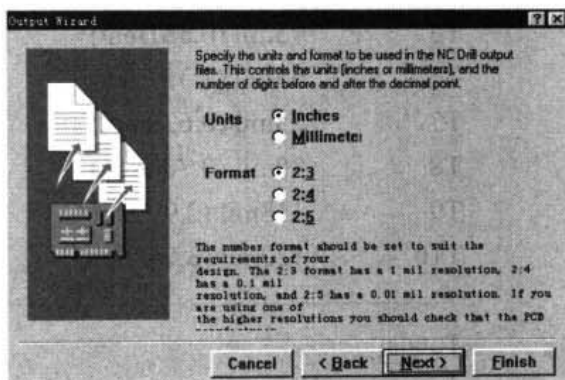

图 18-12 设置单位
- (6) 单击 Next 按钮，系统弹出如图 18-12 所示的对话框，在对话框中可设置单位和单位格式。